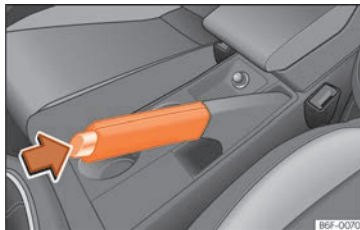

Abb. 218 Handbremse zwischen den Vordersitzen.
- Ziehen Sie den Hebel der Handbremse fest nach oben »» **Abb. 218**.
- Ziehen Sie den Hebel etwas nach oben, drücken Sie die Entriegelungstaste in Pfeilrichtung »» **Abb. 218** und führen Sie den Handbremshebel ganz nach unten »» .